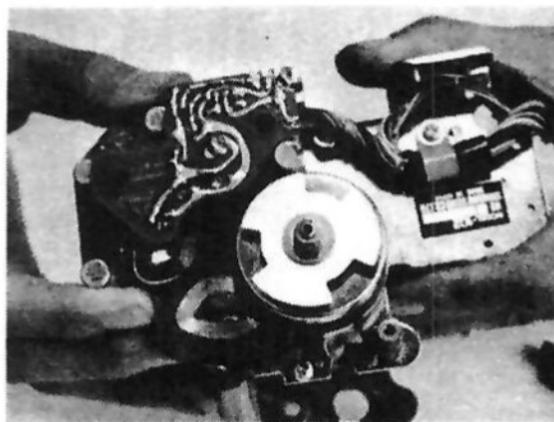

Fig. 8-51 Einbau der Einheit für Motorschaltung
- 1) Scheibe (52) auf der Nockenwelle an Seite M aufsetzen.
- 2) Rotor (53) auf die Nockenwelle schieben und mit Zahnscheibe (54) und Mutter (55) befestigen. Dabei muß die weiße Linie auf dem Rotor mit der Nocke der Nockenwelle ausgerichtet sein.
- 3) Die Einheit der Motorschaltung so montieren, daß die Schaltplatte zwischen die Rotormagnete und die Empfängerplatte zwischen Rotor und Erkennungsplatte geschoben wird. Dann mit den beiden Scheiben (57-1) und den Schrauben (57-2) an der M-Platine befestigen (Fig. 8-51).